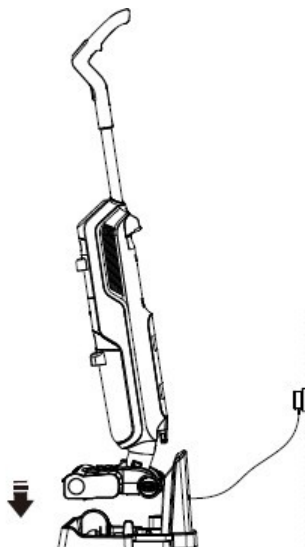

Fig. 14
- II. Riposizionare il dispositivo sulla stazione di ricarica come mostrato in Fig.14. Avvia il programma di pulizia automatica come priorità, quindi premere il pulsante "AUTO-CLEAN PAUSE" per interrompere prima il programma di pulizia automatica, quindi inizierà a caricarsi con il livello della batteria indicatore luminoso sullo schermo del display digitale lampeggiante.